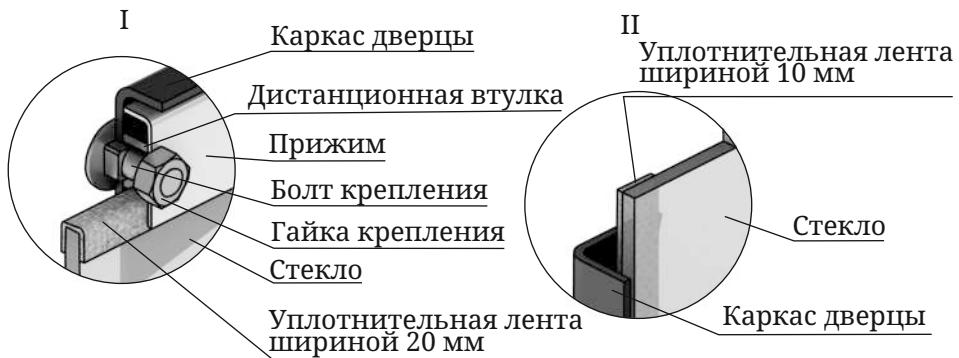

Рисунок 11. Крепление светорозрачного экрана дверцы модификации «Витра»
1. Отверните две гайки, фиксирующие прижим (рисунок 11.I), демонтируйте его и дистанционные втулки.
3. Возьмите новое стекло. Если на нем нет уплотнительных лент, наклейте их, лента шириной 20 мм наклеивается сверху и снизу стекла «П» — образно (рисунок 11.I), лента шириной 10 мм наклеивается вертикально, вдоль боковых сторон стекла (рисунок 11.II).
4. Вставьте стекло в упор, при этом лента, наклеенная с боковых сторон (вертикальная) должна быть зажата между стеклом и каркасом дверцы (рисунок 11.II).
Внимание! Гайки, фиксирующие прижим накручиваются на болты крепления через дистанционные втулки (рисунок 11.I).